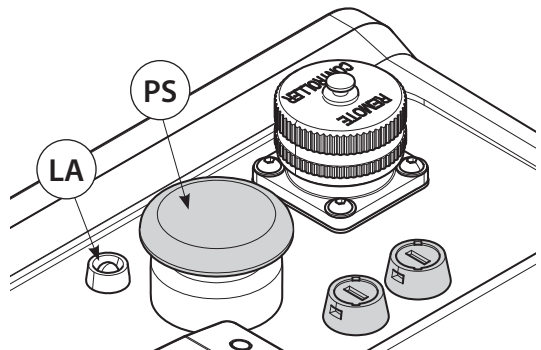

FIG. 3
- En cas de besoin, appuyer à fond sur le bouton mécanique de décompression (PS) (Fig. 3) placé sur le groupe pour obtenir le retour de l'huile dans le réservoir même en absence d'énergie électrique.
La pompe est équipée d'un système de diagnostique, l'allumage de la LED jaune (LA) Fig. 3 signale une éventuelle anomalie de fonctionnement et par conséquent **le blocage de la pompe**.
- L'ALLUMAGE DE LA LED JAUNE signale l'intervention de la protection thermique à l'intérieur du moteur électrique, normalement causé par une utilisation intensive et prolongée de la pompe. Pour rétablir le fonctionnement de la pompe, attendre le refroidissement du moteur, l'éteindre et ensuite l'allumer de nouveau par l'interrupteur général (IG).